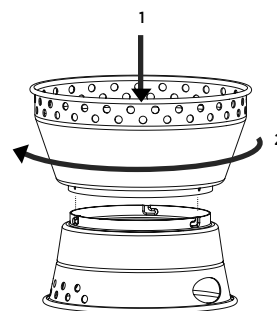

Fig. 2
- Placez la base du cuiseur (14) sur une surface horizontale stable, en matériau non inflammable, insérez les bossés sur la collerette du pare-vent (5) dans les rainures en L et tournez le pare-vent jusqu'à ce qu'il soit verrouillé (fig. 2).